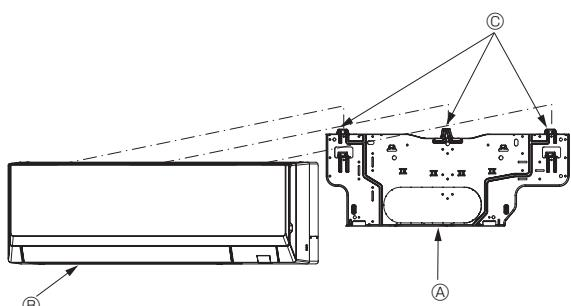
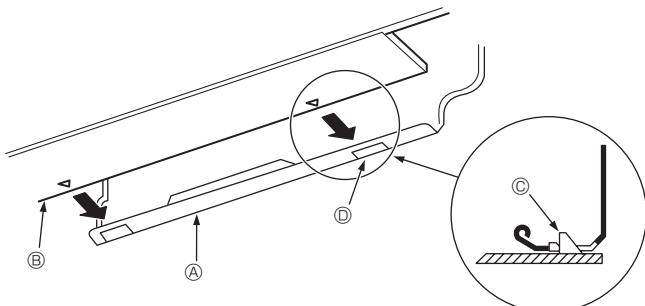

Fig. 3-10
Fig. 3-11
Tubería inferior (Fig. 3-10)
- Tubería inferior (Fig. 3-10)**
3. Mientras inserta la tubería de refrigerante y la manguera de desagüe en el orificio de entrada en la pared (manguito de entrada), cuelgue la parte superior de la unidad interior en la placa de montaje ①.
5. Fije la unidad en la placa de montaje ① empujando la parte inferior de la unidad. (Fig. 3-11)
* Compruebe que los mandos de la parte inferior de la unidad interior estén firmemente enganchados en la placa de montaje ①.